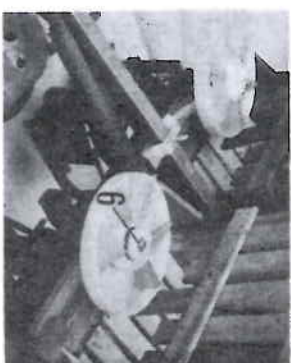

Abb. 139
Die Legeteller sind mit einer Sicherheitskupplung (6) versehen. Diese sind nachstellbar (Abb. 139).